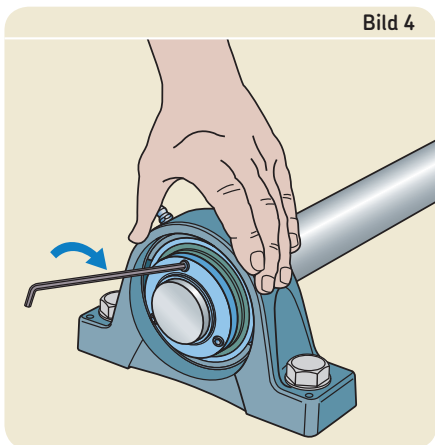

Bild 4
- 7 Erste Lagereinheit an der Welle befestigen. Dazu den Spannring so anbringen, dass ein Gewindestift direkt gegenüber dem Hülsenschlitz liegt. Schrauben fingerfest anziehen. Der mitgelieferte Inbus-Schlüssel wird an der kurzen Seite gehalten (→ **Bild 4**).
Zur Verstärkung der Dichtungswirkung sitzen Schleuderscheiben aus Stahlblech außen an der integrierten Dichtung (→ Bild 4). Diese Schleuderscheiben sitzen mit fester Passung auf dem Innenring. Sie verbessern die Dichtwirkung erheblich, ohne dass sich die Reibung erhöht.